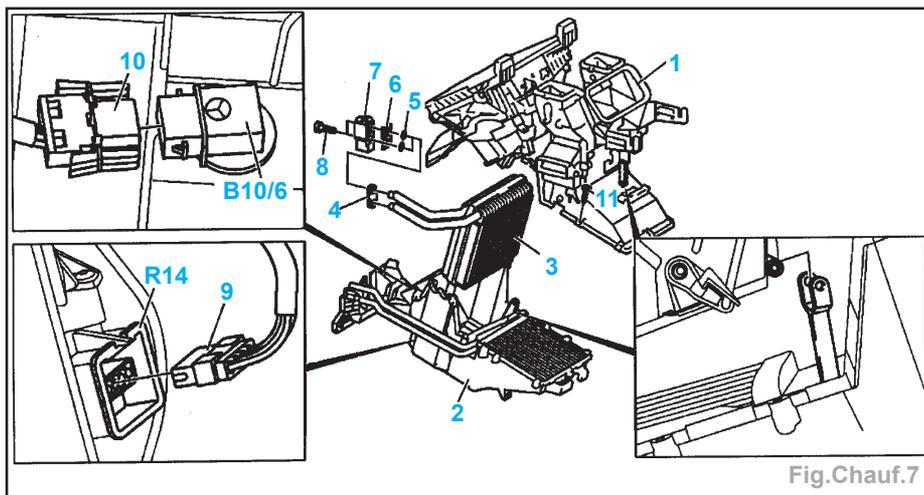

Fig. Chauf.7
- la sonde (B10/6) de température de l'évaporateur (Fig. Chauf.7).
- Débrancher la fiche (9) de résistances.
- Desserrer les vis (11) sur le pourtour.
**Nota :** Une des vis (11) se trouve sous le joint.
- l'évaporateur (3) hors de la partie Inf. du caisson,
- la valve d'expansion (7) de l'évaporateur.